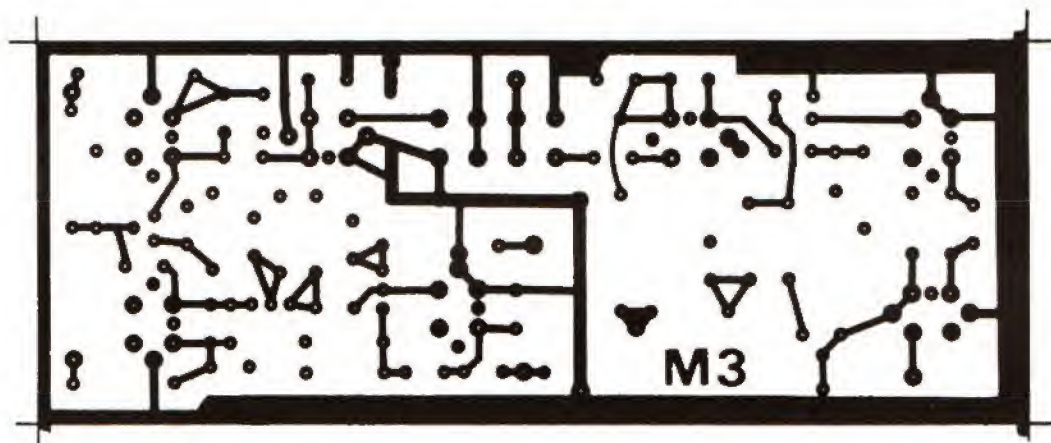

Fig. 6. - Circuit imprimé du 3^e changeur (verso).
4. Le circuit imprimé (fig. 6 et 7)